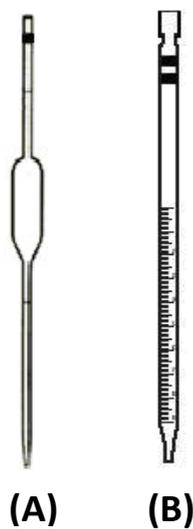

Figura 2.1 – Tipos de pipetas: em (A), uma pipeta volumétrica de uma faixa (medição exata); e, em (B), uma pipeta graduada de duas faixas (esgotamento total).
Existem duas formas de pipetas: volumétrica (A) e graduada (B), de capacidades variadas, desde 0,1 mL até 100 mL. Para evitar erros de medidas na hora de dispensar o líquido, deve-se verificar, na parte superior da pipeta, se ela contém uma ou duas faixas. Pipeta com *uma faixa*, Figura 2.1 (A), significa que a medição é exata, de apenas uma quantidade específica do líquido, e, portanto, não deve ser escorrida completamente (uma gota restará na ponta da pipeta). Já a pipeta que apresenta *duas faixas* na parte superior, exemplo na Figura 2.1 (B), foi calibrada de tal maneira que sua capacidade total é atingida quando a última gota presente em seu interior for escorrida completamente para fora.